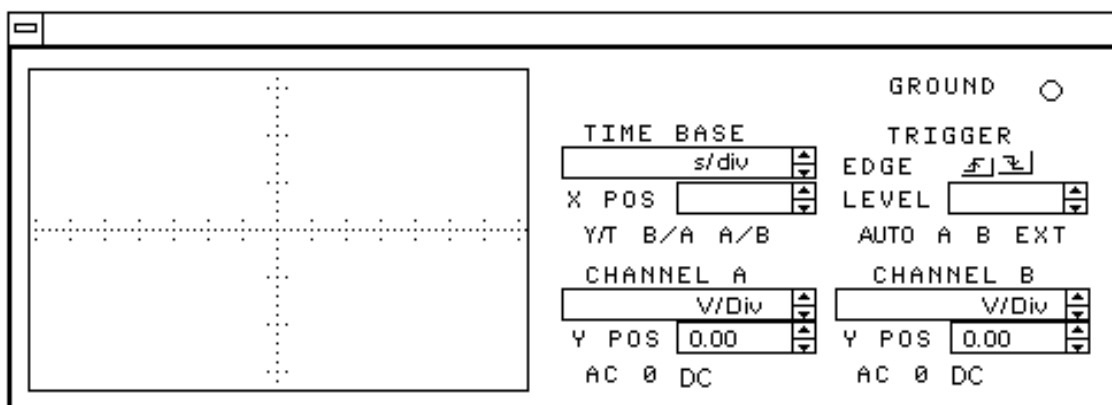

Figura 29
10.20 – Reconecte o gerador de sinais e registre a forma de onda na figura 29.